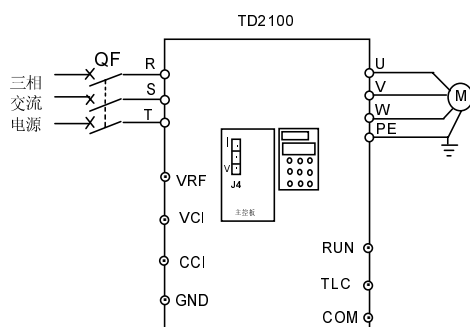

图4-3 面板控制运行配线图
如图4-3所示。
- (1)按图4-3接线后上电；
- (2)用**PANEL/REMOTE**键切换到面板控制方式；
- (3)按**PRG**键进入编程状态；
- (4)读F00参数，修改为1；
- (5)读F02参数，并修改为30Hz；
- (6)读F03参数，修改为0；
- (7)读F24参数，修改为0；
- (8)按**PRG**键回到停机状态；
- (9)按**RUN**键运行；
- (10)按**STOP**键减速停止；
- (11)断电。